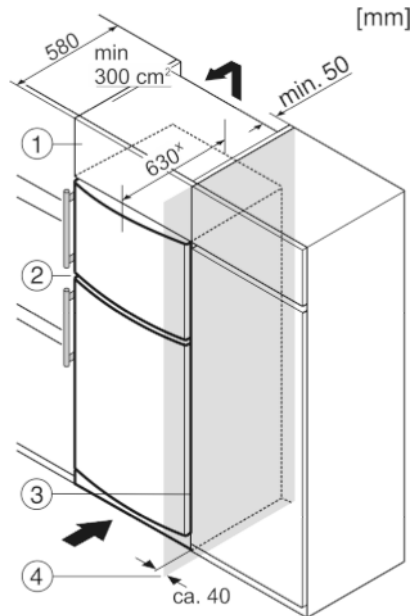

Fig. 7
Устройство может быть окружено кухонными шкафами. Чтобы уравнивать устройство Fig. 7 (2) по высоте с кухонной стенкой, можно установить над устройством дополнительный шкафчик Fig. 7 (1).
При комбинировании с кухонными шкафами (глубина макс. 580 мм) устройство можно установить непосредственно рядом с кухонным шкафом Fig. 7 (3). Устройство выступает сбоку на 34 мм^x и по центру на 50 мм^x относительно передней стенки кухонного шкафа.
Если устройство установлено на шарнирах у стены Fig. 7 (4), то расстояние между устройством и стеной должно быть не менее 40 мм. Настолько выступает ручка при открытой дверце.